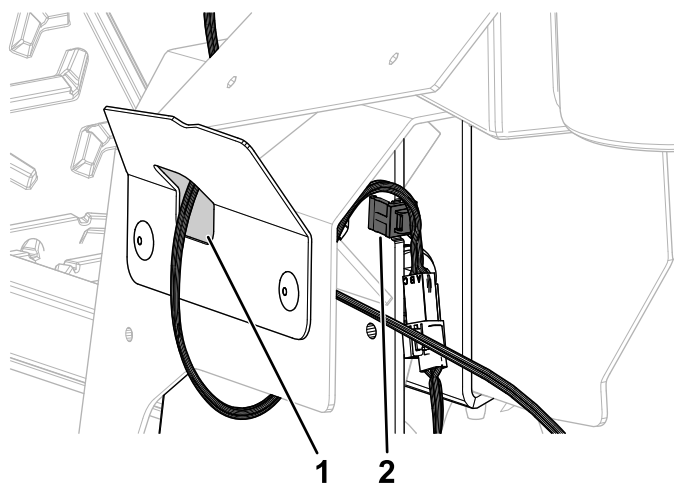

Figura 8
2. Fate passare il cablaggio preassemblato della leva di comando del movimento attraverso il foro della piastra della copertura sinistra (Figura 8).
3. Fissate il cablaggio preassemblato alla scanalatura della piastra di controllo di movimento sinistra (Figura 8).